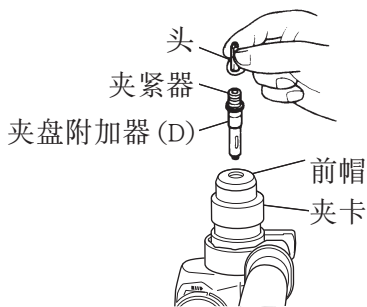

图 18
4. 旋机械螺丝时（图 18）
5. 旋木螺丝时 (第17页的图 18)